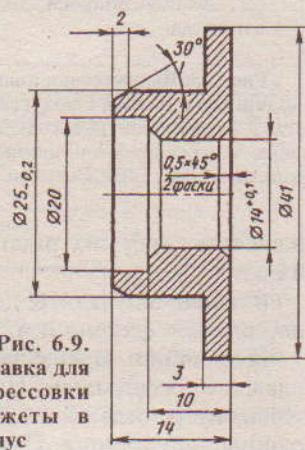
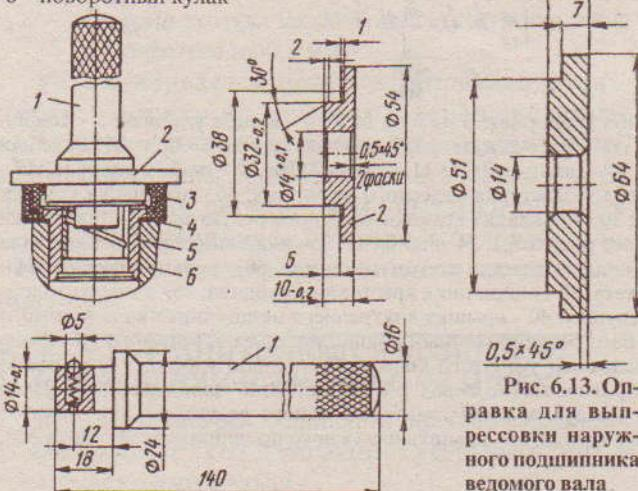

Рис. 6.9. Оправка для запрессовки манжеты в корпус
Рис. 6.12. Запрессовка манжеты шкворня: 1 – ручка; 2 – оправка; 3 – манжета; 4 – обойма манжеты; 5 – корпус втулки; 6 – поворотный кулак
- ✓ манжету в корпус запрессовать с помощью оправки (рис. 6.9) и ручки 1 (см. рис. 6.12);